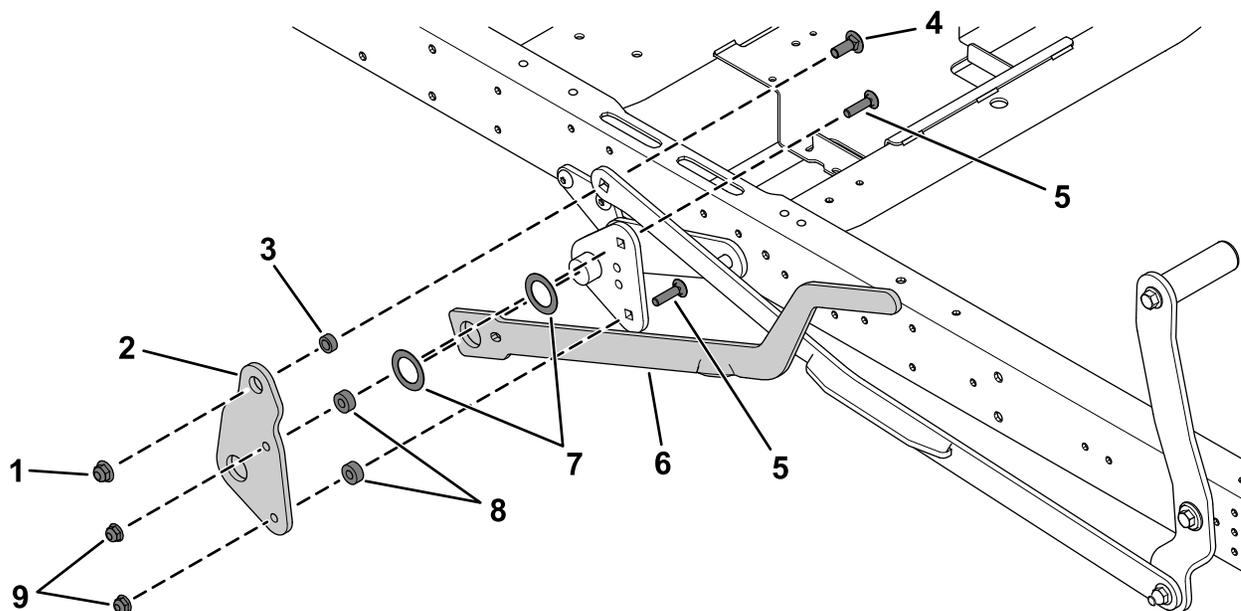

Figura 4
5. Montate le rondelle di spinta su ciascun lato della leva di sollevamento (Figura 4).
6. Fissate la piastra di sollevamento del pedale sull'asta di collegamento usando un bullone a testa tonda ($\frac{3}{8}$ " x 1"), 2 bulloni a testa tonda ($\frac{5}{16}$ " x $1\frac{1}{4}$ "), un distanziale ($\frac{3}{8}$ "), 2 distanziali ($\frac{5}{16}$ "), un dado di bloccaggio ($\frac{3}{8}$ ") e 2 dadi di bloccaggio ($\frac{5}{16}$ ") come mostrato in Figura 4.